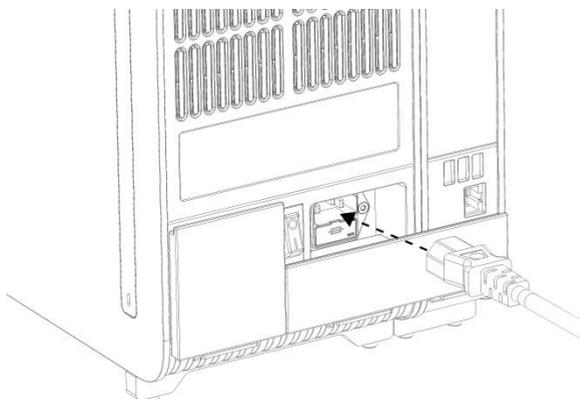

Figura 17. Conectando o cabo de alimentação.
8. Conecte o cabo de alimentação fornecido com o QIAstat-Dx Analyzer 1.0 na parte traseira do Módulo analítico original (Figura 17).